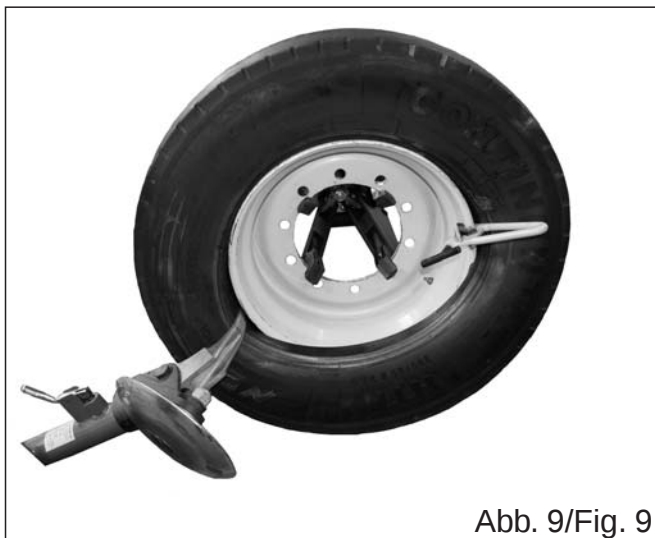

Abb. 9/Fig. 9
2. Felgenklemme oberhalb der Montagenase anbringen. Den Reifen im Uhrzeigersinn drehen und sicherstellen, dass der äußere Wulst ins Tiefbett gleitet (Abb.9)
2. Fasten the rim clamp above the mounting tool. Turn the tyre clockwise, making sure that the outer bead slides into the drop centre (Fig.9)